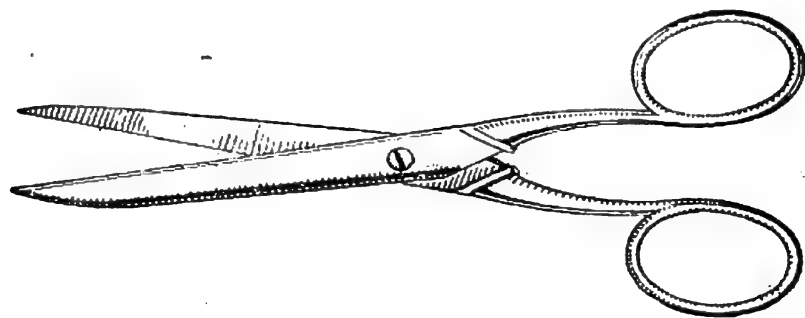

Fig. 3. — Une paire de ciseaux de couturière.
**2. Les ciseaux de la couturière.** — Dans sa boîte à ouvrage, votre maman a *des ciseaux*. C'est un instrument qui ne ressemble guère au ciseau du menuisier. On l'appelle souvent *une paire de ciseaux*, parce qu'il est formé de deux lames, *d'une paire de lames*, assemblées en leur milieu par une vis (*fig. 3*). Ces deux lames